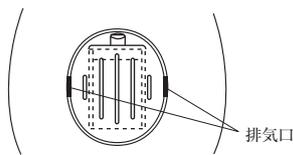

図5
- 4) 排液ボトルを体表にテープ等で貼付固定する際は、排気口を塞がないこと。ボトルが閉鎖系となるため十分な肺の膨張が得られない危険性がある。(図5)